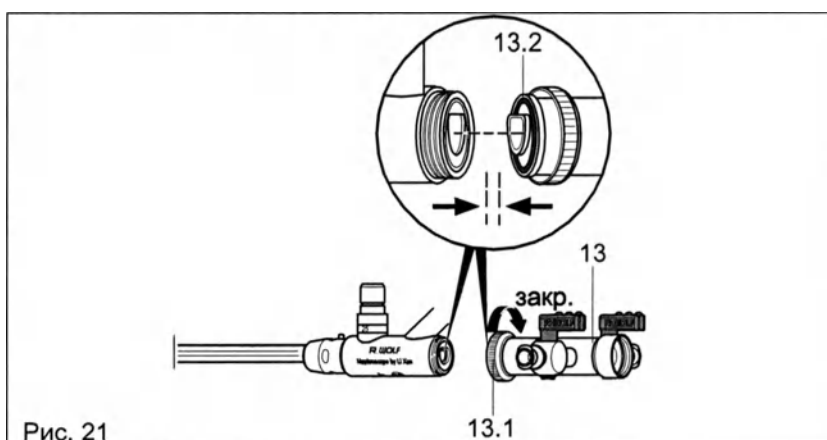

Рис. 21
Нефроскоп 8968407 (Рис. 21)
- ◇ Снимите необходимую для машинной подготовки уплотнительную крышку и промывочный переходник (A) и уложите в корзину для инструментария.
- ◇ Кольцо круглого сечения (13.2) вставьте в наконечник для промывания (13).
- ◇ Насадите наконечник для промывания (13) так, чтобы профили зацеплялись, как показано на рис. 21.